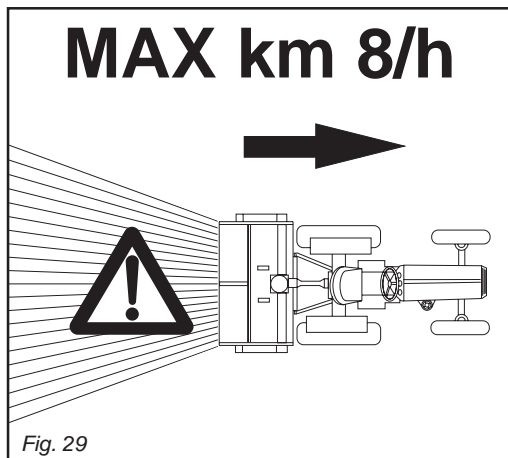

Fig. 29
La velocità del trattore con la macchina in lavoro non deve superare i 8 Km/ora al fine di evitare rotture o danneggiamenti (Fig. 29).
*In order to prevent breakages or damage, the speed of the tractor must never exceed 8 Km/hour when the implement is working (Fig. 29).*
La vitesse du tracteur pendant que l'outil travaille la terre ne doit pas dépasser 8 km/h pour éviter toute sorte de dégâts ou de ruptures (Fig. 29).
Die Fahrgeschwindigkeit des Schleppers mit arbeitendem Maschine darf nicht über 8 km/h liegen, um Schäden und Bruch zu vermeiden (Abb. 29).
Las velocidades del tractor con el equipo trabajando no deben superar los 8 km/hora para evitar roturas o daños (Fig. 29).